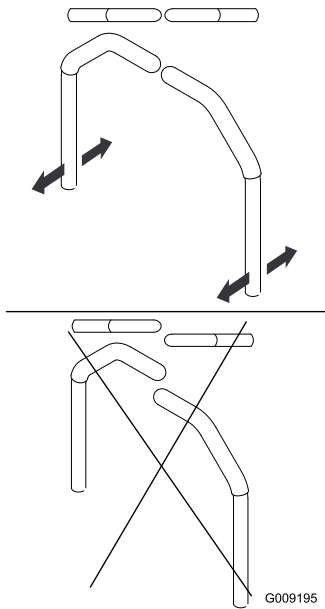

Figure 65
4. Réglez l'alignement avant/arrière des leviers en les plaçant tous deux à la position POINT MORT, puis faites-les coulisser jusqu'à ce qu'ils soient alignés, et serrez les boulons (Figure 65).